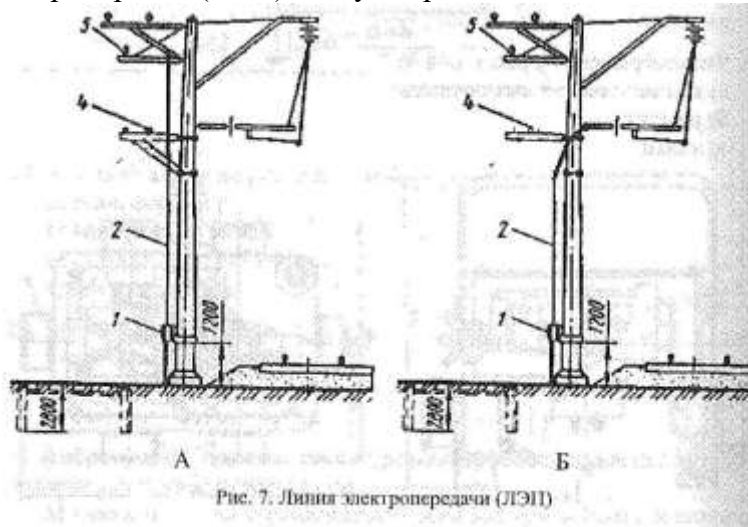

Рис. 7. Линия электропередачи (ЛЭП)
29. К какой линии электропередач (ЛЭП) следует присоединить подключения МГШ (рис. 7)